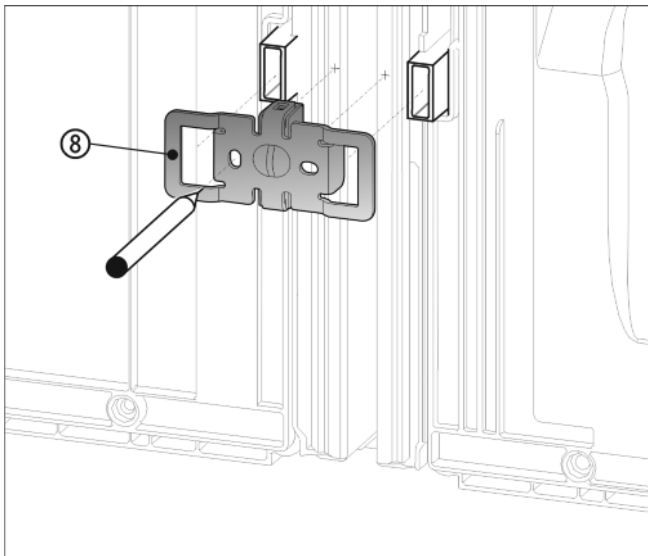

Fig. 10
- 使用凹槽将角 Fig. 10 (8) 推入壁距调整垫片的插槽上方